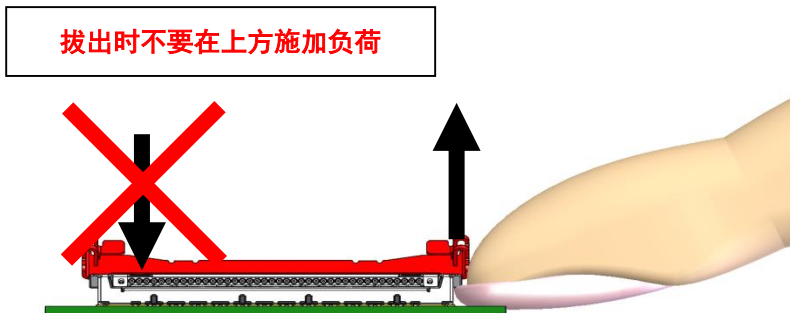

Fig.22
- 建议沿与基板垂直的方向抬起，但先拔出单侧（电缆间距方向）时，注意不要在连接器上方施加负荷。(图 22)